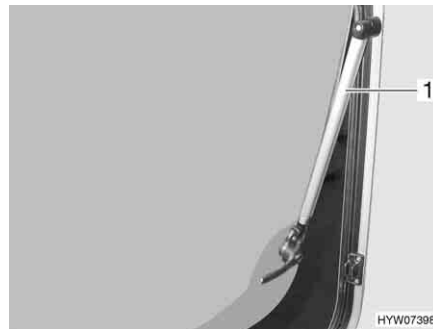

Fig. 99 Janela de projetar com defletor automático
- Abra a janela de projetar até à posição de encaixe pretendida. O defletor automático (Fig. 99,1) encaixa automaticamente.